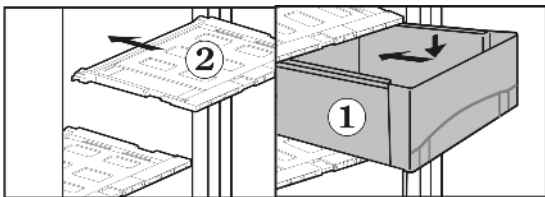

Fig. 15
- ▶ Установите крышки выдвижного ящика Fig. 15 (2): поперечные ребра крышки выдвижного ящика вставьте снизу в задние направляющие, защелкните спереди фиксатор в направляющей.
- ▶ Выдвижные ящики Fig. 15 (1) установите на направляющие и вдвиньте полностью до ясно слышимого защелкивания.